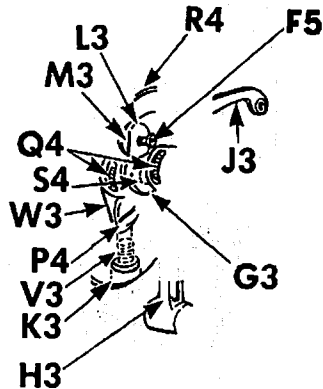

Fig. 56. Releveur de fil d'aiguille
ATTENTION : NE PAS DERANGER la vis de position V3, Fig. 56, qui fixe la manivelle de barre à aiguille en position correcte sur l'arbre horizontal du bras.
7. Introduire une vis F5, Fig. 56, de plaque de face dans le trou percé au centre du tourillon L3 et, tout en retenant la bielle du releveur de fil d'aiguille à l'intérieur de la tête en R4, tirer sur la vis F5 pour retirer le tourillon L3. Retirer du tourillon la vis de plaque de face.
8. Faire glisser la manivelle G3 du releveur avec la bielle H3 de connexion de barre à aiguille, la bielle R4 du releveur de fil d'aiguille, le releveur J3 de fil d'aiguille et la plaque d'usure W3, hors de la manivelle K3, Fig. 56 de barre à aiguille, SANS DERANGER LES ROULEMENTS A AIGUILLES Q4, Fig. 56.
REMARQUE : Au cas où les roulements à aiguilles Q4, Fig. 56, seraient accidentellement dérangés, les assembler de nouveau en tenant compte que chacun d'eux doit comporter exactement 18 roulements.
1. S'assurer que la plaque rectifiée **W3**, **Fig. 56** est **à sa place** sur la face de manivelle de barre à aiguille comme illustré **Fig. 56**, et qu'elle **est en bon état**.
2. Placer la biellette **R4** de releveur de fil d'aiguille ainsi que le releveur **J3** dans la tête de machine de manière que le tourillon **S4**, **Fig. 56**, au centre de l'articulation, glisse dans le trou aménagé pour lui dans la manivelle **K3** de barre à aiguille, comme illustré **Fig. 56**.
3. Introduire le tourillon **L3** dans la biellette **R4** du levier releveur de fil d'aiguille et dans son trou dans la fonte de machine, de manière que le MEPLAT DU TOURILLON SOIT ORIENTE VERS L'ARRIERE de la machine. L'emplacement du méplat du tourillon est indiqué en **M3**, **Fig. 56**. **NE PAS INTRODUIRE LE TOURILLON A FOND A CE MOMENT**. La biellette **R4** de levier releveur doit avoir un jeu latéral de 0mm25 à 0mm38 sur le tourillon, tant qu'il n'aura pas été procédé au réglage final décrit au paragraphe 12.
7. S'assurer que l'assemblage **Q4**, **Fig. 56**, est fermement appuyé contre la plaque d'usure **W3**, sans toutefois la coincer. Vérifier le jeu latéral en poussant doucement le levier releveur **J3** vers la droite et la gauche alternativement. Il doit exister un jeu latéral de 0mm02 à 0mm05 entre le levier et la plaque rectifiée.